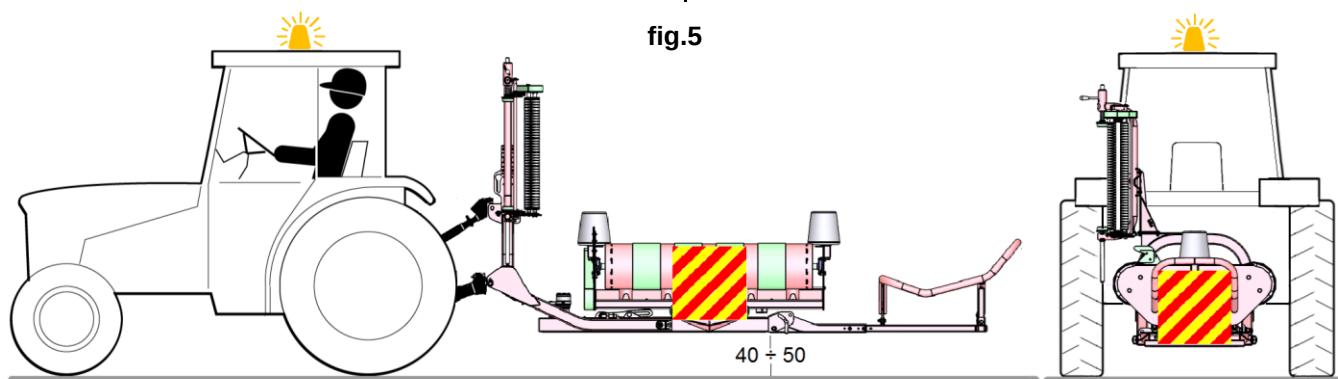

fig.5
- **ingombro posteriore:** l'operatore dovrà applicare allo avvolgitore gli appositi pannelli come previsto dal codice della strada per evidenziare l'ingombro dell'attrezzatura. A tal proposito è bene ricordare che i pannelli devono essere retroriflettenti e fluorescenti a strisce gialle e rosse e del tipo omologato. L'attrezzatura deve risultare in configurazione da trasporto, come in **fig.5**.
- **rear dimensions:** the operator should apply the relevant signs on the wrapper to indicate the rear dimensions of the tractor, as requested by Highway Code. It should be noted that the signs must be applied on the three visible sides. The signs should be of an approved type, reflective and fluorescent, with red and yellow stripes. The equipment must result in transport configuration, as in **fig.5**.